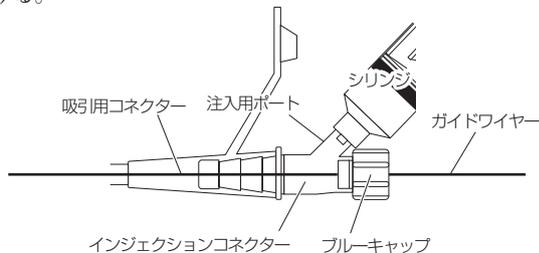
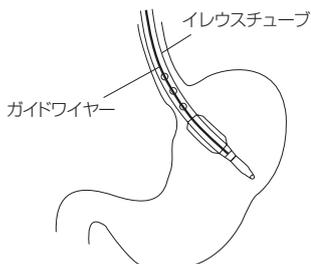

図1
図2
4. 吸引用コネクターにインジェクションコネクターを押し込んで接続する（図1）。
5. ブルーキャップを締めて、注入用ポートからホワイトキャップを取り外し、注入用ポートにシリンジを取りつける（図1）。滅菌蒸留水をチューブ先端から流出するまで十分に30mL以上注入する。
8. 経鼻的に本品を挿入する。X線透視下で確認しながら本品が胃まで到達（図2）したら、インジェクションコネクターの注入用ポートにシリンジを接続し（図1）、必要に応じ胃内容物を吸引する。